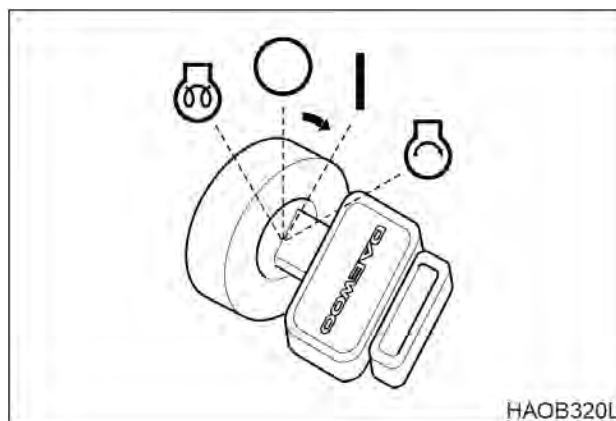

Рис. 2
4. Повернуть ключ стартера в положение "I" (Включен), рис. 2. Проверить все световые индикаторы. Через 2 секунды все световые индикаторы, кроме перечисленных ниже, должны выключиться.